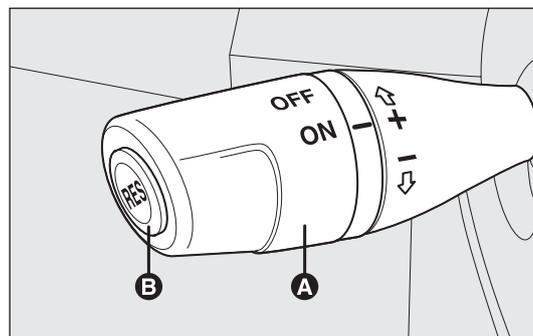

fig. 39
Ruotare il pomello A-fig. 39 in posizione ON.
- ruotare il pomello A-fig. 39 su ON e premendo il pedale dell'acceleratore portare la vettura alla velocità desiderata;
- premere il pulsante RES B-fig. 39.
- premendo il pedale dell'acceleratore; in questo caso il sistema non viene disinserito effettivamente ma la richiesta di accelerazione ha precedenza sul sistema; il cruise control rimane comunque attivo, senza necessità di premere il pulsante RES B-fig. 39 per ritornare alle condizioni precedenti una volta conclusa l'accelerazione.